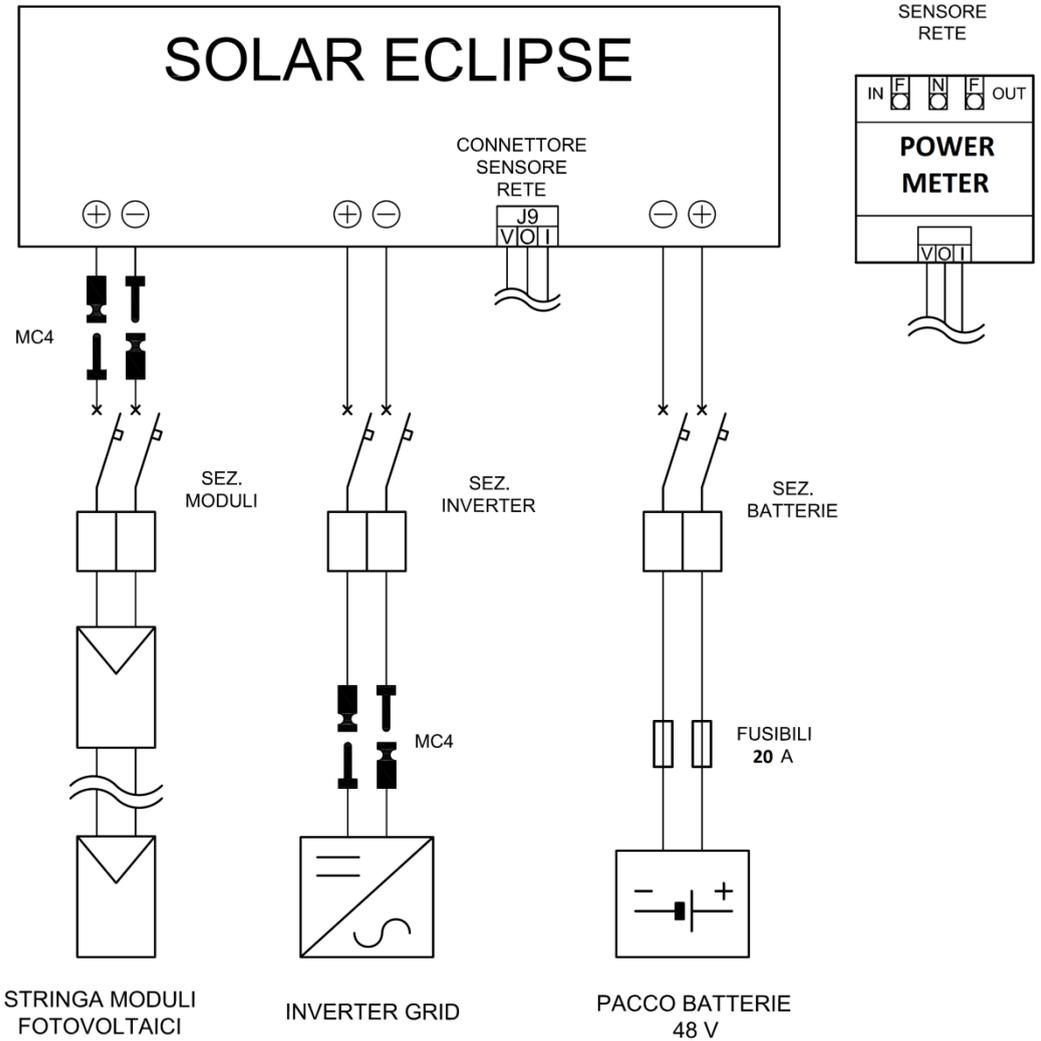

Figura 6 – Schema Cablaggio di potenza
- Verificare che il sezionatore moduli fotovoltaici sia aperto (vedi Figura 6)
- Predisporre una scatola portafusibili da 20 A sui cavi batterie (vedi Figura 6)